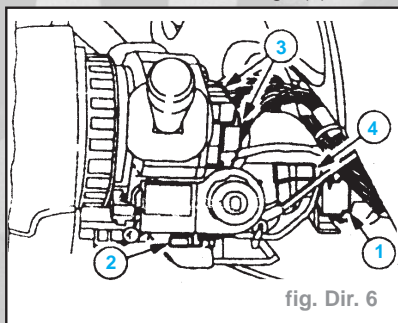

fig. Dir. 6
- Débrancher (fig. Dir. 6)
- le connecteur multiple (1) du module airbag,
- le connecteur multiple (2) de émetteur-récepteur du PATS,
- le connecteur multiple (3) du commutateur multifonctions,
- le commutateur d'allumage (4).